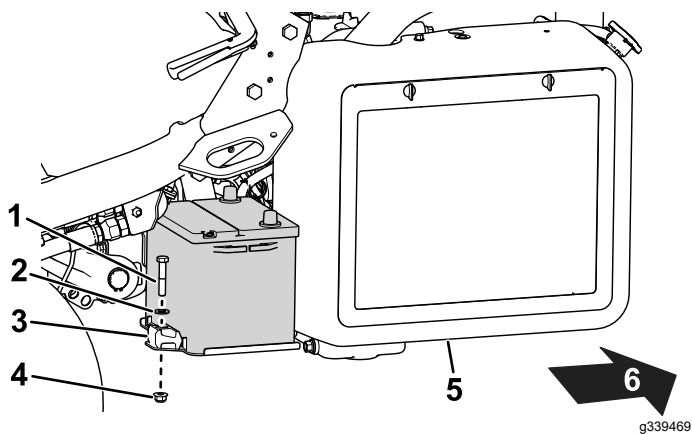

Figura 39
2. Retire las fijaciones que sujetan la batería a la bandeja (Figura 39) y levante la batería para sacarla.
- Coloque la batería en la bandeja y sujétela con las varillas y las fijaciones que retiró anteriormente (Figura 39).